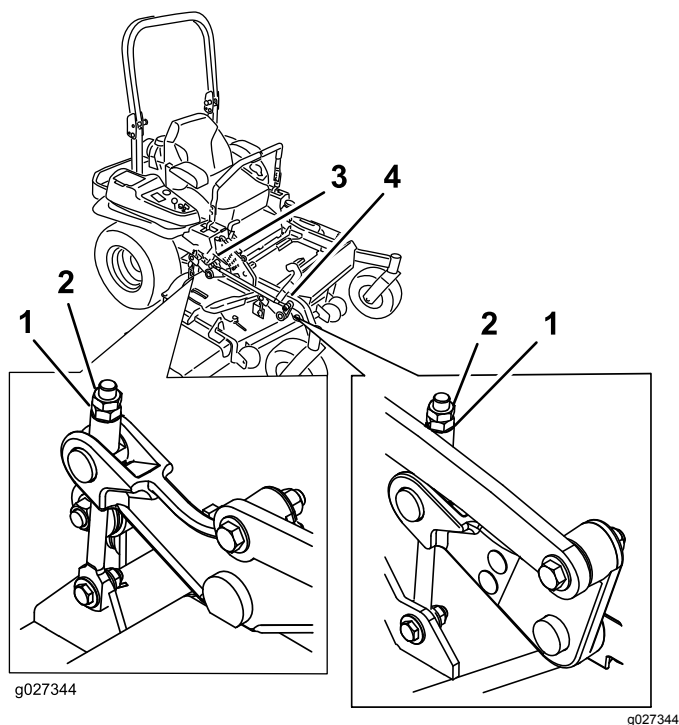

Figure 97
10. Ajustez précisément le serrage de l'écrou de réglage sur l'ensemble de levage du plateau avant (Figure 97).